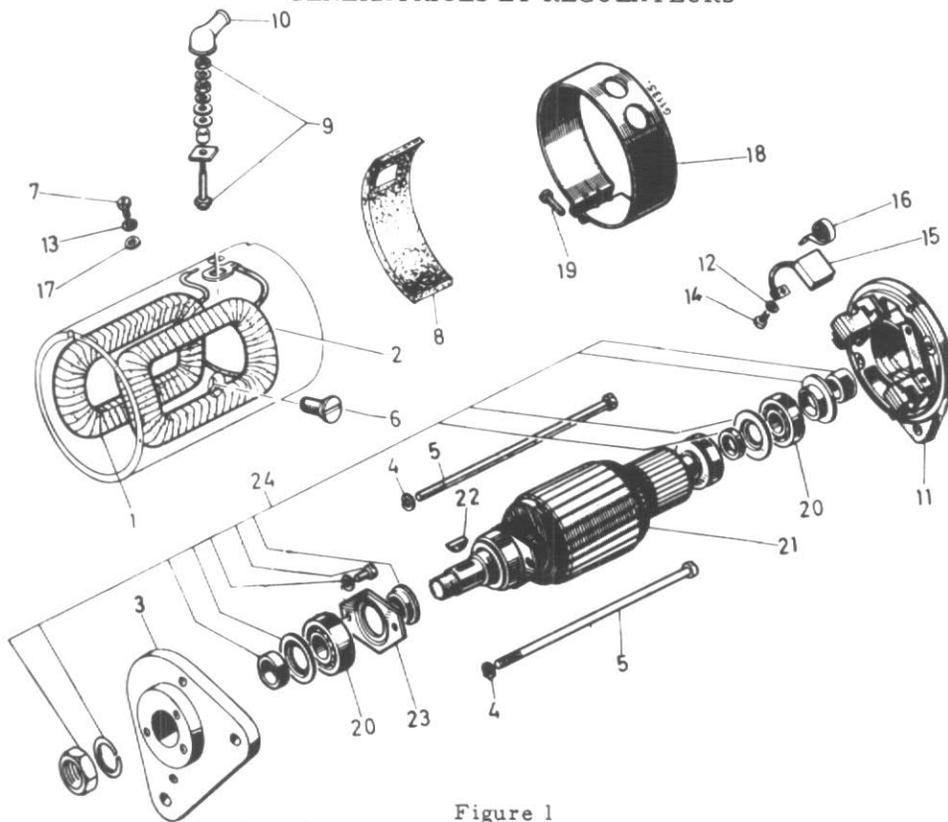

Figure 1
NOTE: S'il se produit des étincelles trop importantes et/ou trop nombreuses au collecteur au cours de la vérification ci-dessus, cela signifie que l'induit est défectueux et doit être remplacé. Pour vous en rendre compte, enlevez la bride de fermeture (18), fig. 1.